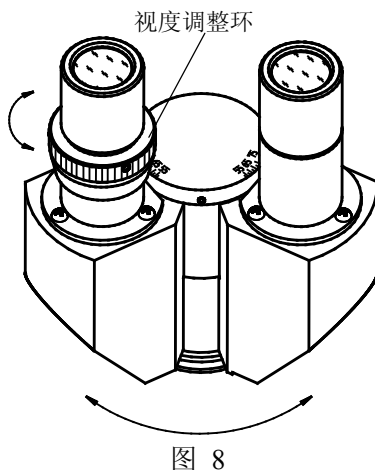

图 8
4. 视度与瞳距调整 (图 8)
- 2) **瞳距的调整** 对于观察者来说是至关重要的, 这能给观察带来舒适的视野。瞳距的调节通过铰链式的双目镜筒“折叠”来实现, 参照图 8。这是既快速又轻松的调节方式。